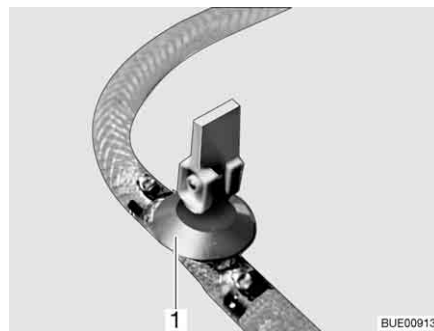
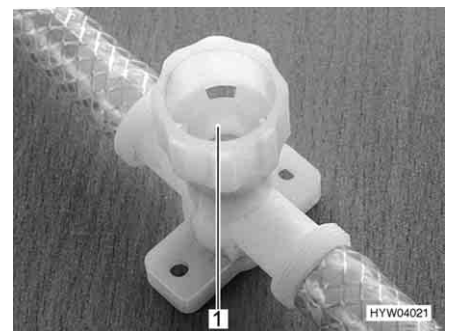

Bild 203 Avtappningskran (med vipparm)
Bild 204 Avtappningskran (med vred)
- Öppna alla avtappningskranar. Ställ för detta avtappningskranens vipparm (Bild 203, 1) lodrätt eller vrid avtappningskranens kran (Bild 204, 1) moturs.